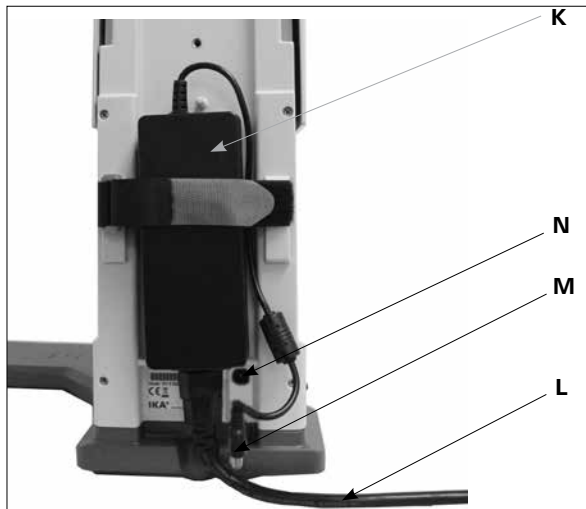

Fig. 9
3.) Befestigen des Schaltnetzteiles. (Fig. 9)
- Befestigen Sie das Schaltnetzteil (K) auf der Geräterückseite. Fixieren Sie es mit dem Klettverschluss, indem Sie beide Laschen über dem Netzteil zusammenziehen. Das Klettband darf nicht unter dem Schaltnetzteil liegen.
- Verbinden Sie den Niederspannungsstecker (M) mit der Anschlußbuchse (N). (Fig. 9)
- Stecken Sie das Netzkabel (L) in das Schaltnetzteil und verbinden Sie es mit der Spannungsquelle.